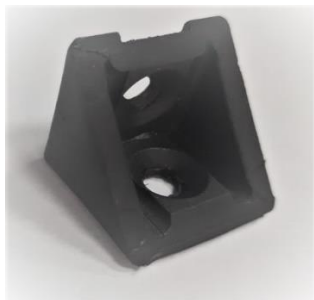

Рис. 6. Внешний вид уголка для крепления корпуса спутника
- Деталей, узлов, элементов конструкции и крепления корпуса (уголок), резьбовые соединения (винт, шайба, гайка), их соответствие цветовой гамме образцов (рис.6).